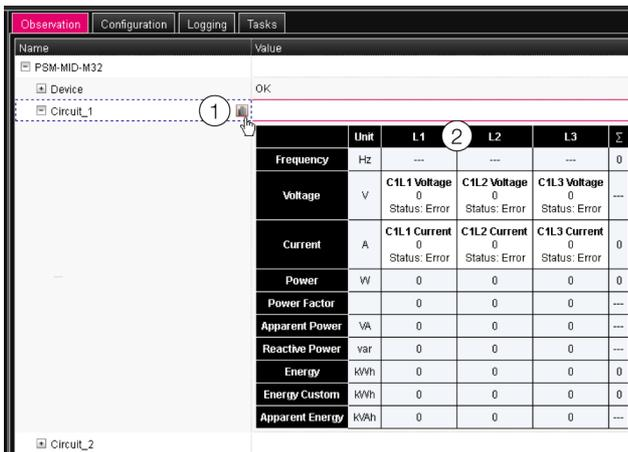

Abb. 6: Tabellendarstellung
Die Anzeige wechselt in die Tabellendarstellung (Abb. 6) und alle aktuellen Messwerte für die Einspeisung 1 können auf einen Blick eingesehen werden.
- Drücken Sie das in Graustufen dargestellte „Grafik“-Symbol hinter dem Eintrag „Circuit 1“ (Abb. 6, Pos. 1).
- Setzen Sie den Mauszeiger in der Tabelle in die Kopfzeile der Spalte, für die Sie die Einstellwerte ändern möchten (Abb. 6, Pos. 2).